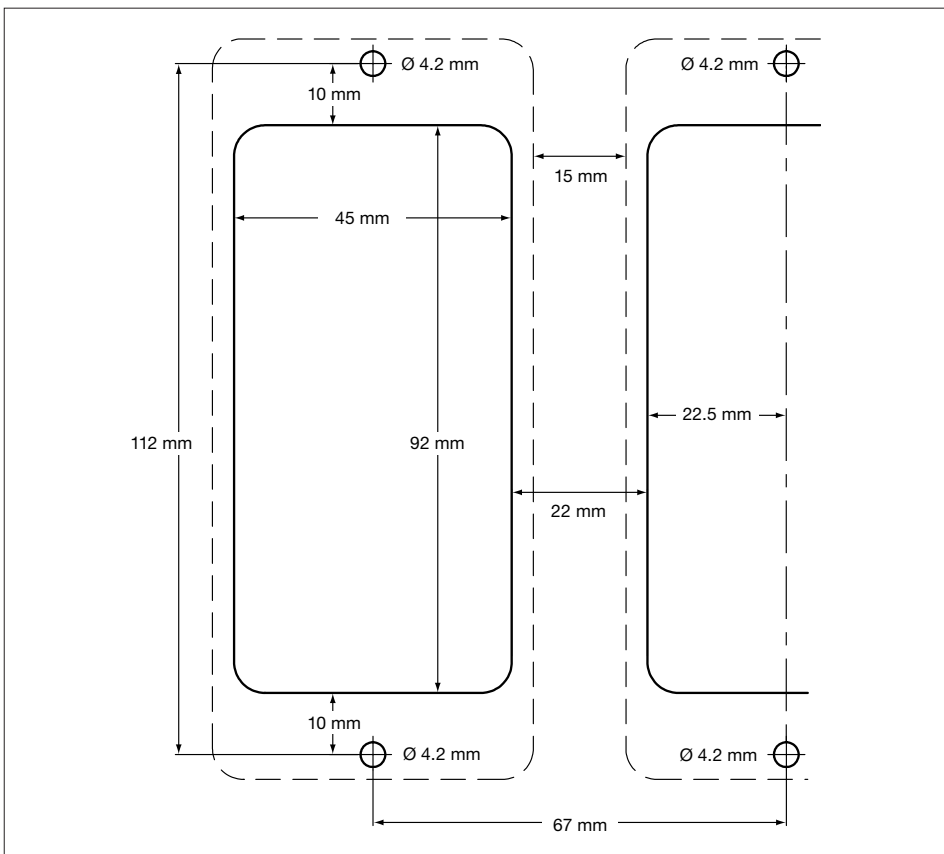

Bild 3: Montageschablone für Frontplattenmontage - Montage auf Montageplatte
- Löcher in die Montageplatte bohren, siehe Bild 3.
- Frontplatte mit einem Ausschnitt, wie in Bild 3 dargestellt, versehen. Anschließend die beiden Bohrungen in die Frontplatte wie in Bild 3 gezeigt, anbringen.